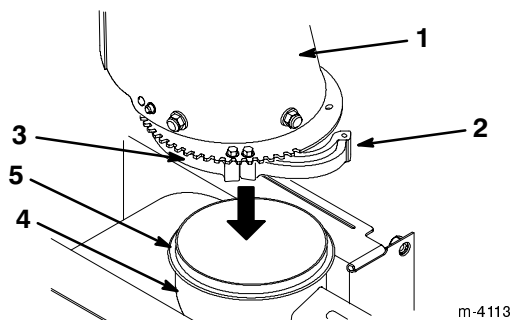

Figure 11
1. Graissez légèrement la couronne de l'éjecteur (Fig. 11).
2. Tournez le dispositif de retenue au bas de l'éjecteur vers l'extérieur (Fig. 11).
3. Abaissez l'éjecteur sur l'ouverture supérieure du carter de tarière (Fig. 11).
4. Vérifiez que la couronne de l'éjecteur s'engage correctement dans les rainures des dispositifs de retenue fixe de l'éjecteur (Fig. 11).